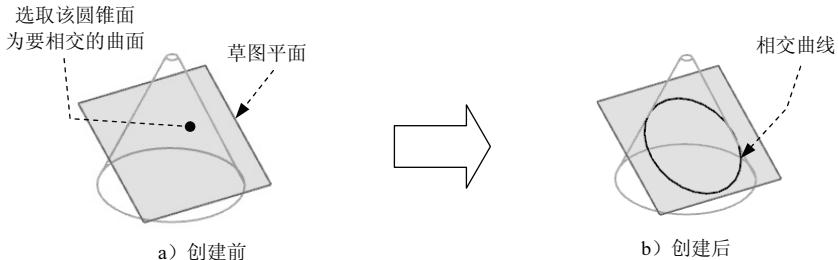

图 5.7.23 相交操作
“相交曲线”命令可以通过用户指定的面与草图基准平面相交生成一条曲线。如图 5.7.23 所示的相交操作的步骤如下。
**Step 2** 进入草图环境。选择下拉菜单 **插入(S) → 在任务环境中绘制草图(U)...** 命令，系统弹出“创建草图”对话框，选取图 5.7.23 所示的基准平面为草图平面，单击对话框中的 **确定** 按钮，进入草图环境。